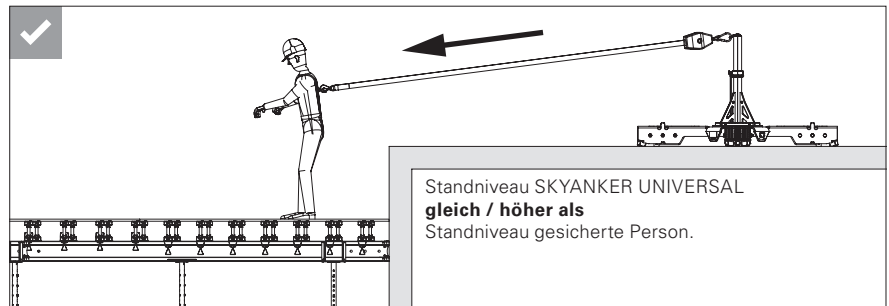

Abb. A2.06
- Bei einem Sturz muss die Krafteinleitung in den SKYANKER UNIVERSAL horizontal oder schräg nach unten erfolgen um die Reibungskräfte zwischen SKYANKER UNIVERSAL und Untergrund nicht zu verringern. (Abb. A2.06)